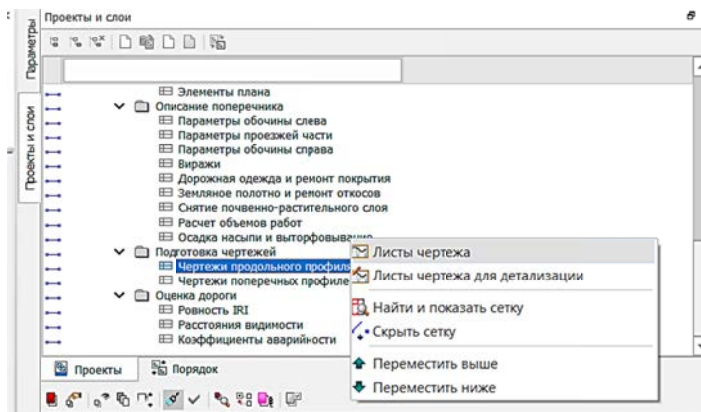

Рис. 6.21. Активация графы **Листы чертежа**
– Затем в окне **Профиль** на локальной панели **Проекты и слои** сделаем активным проект **Подготовка чертежей сетка Чертежи продольного профиля / Листы чертежа**. Щелчком правой кнопки мыши активируем **Чертежи продольного профиля** и в контекстном меню выбираем щелчком левой кнопки мыши **Листы чертежа** (рис. 6.21).